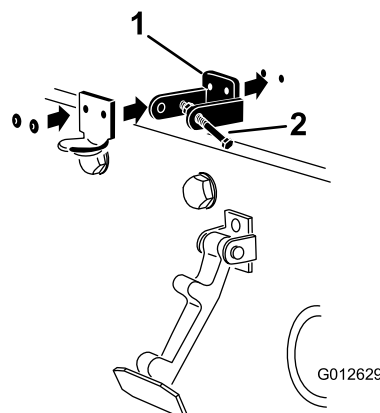

Рисунок 4
3. Совмещая монтажные отверстия, поместите стопорный кронштейн стандарта СЕ и кронштейн защелки капота на капот (Рисунок 4).
5. Приклепайте кронштейны и шайбы к капоту (Рисунок 4).